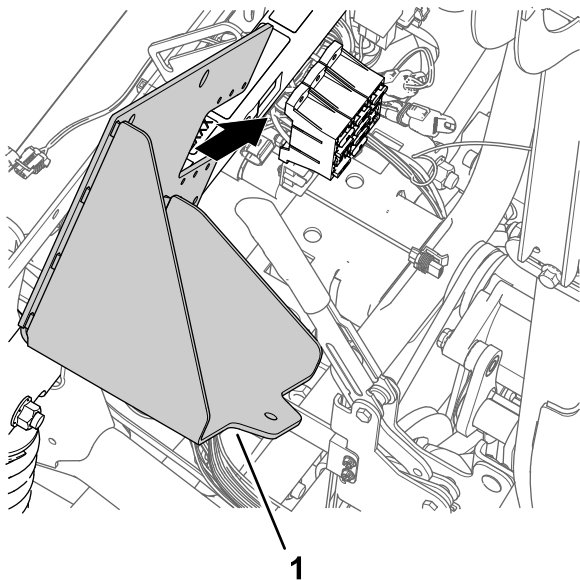

Рисунок 213
1. Совместите новый кронштейн аккумулятора с опорной трубой амортизатора машины и блоком предохранителей (Рисунок 213).